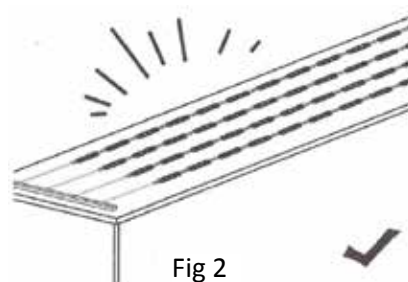

Fig 2
4. Durante la instalación mantener las distancias recomendadas entre módulos (Fig 2).